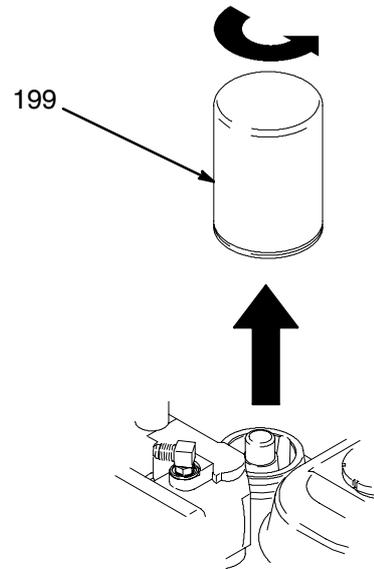

Рис. 8
1. См. Рис. 8. Установите поддон или положите ветошь под распылитель для сбора гидравлического масла, которое стекает.
2. Выкрутите пробку сливного отверстия (195). Дайте гидравлическому маслу стечь.
3. Медленно выкрутите фильтр (199) – масло бежит по канавке и стекает с задней стороны.